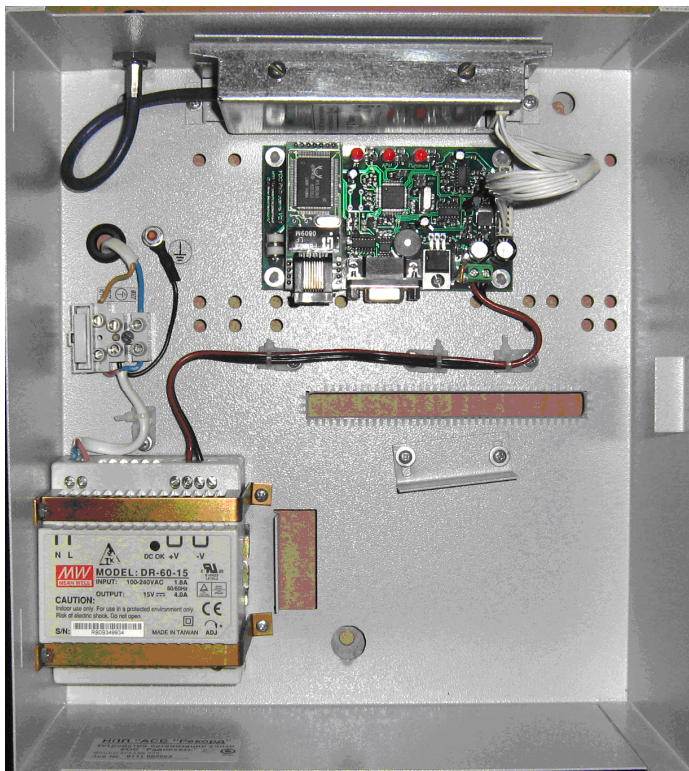

Рис. 1 УОС без крышки
1.3.1 УОС выполнено в металлическом корпусе (рис.1), состоящем из корпуса и крышки, крепящейся к корпусу с помощью петель и замка.